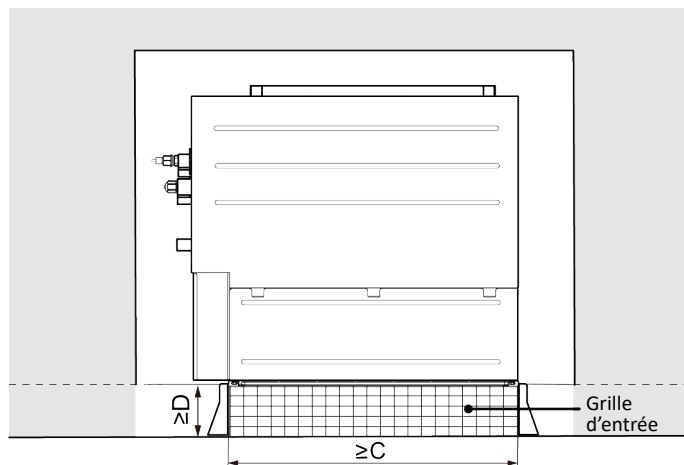

Fig.3.2.2
- 7 Les exigences d'installation de la grille d'entrée d'air sont celles indiquées à la Fig.3.2.2.